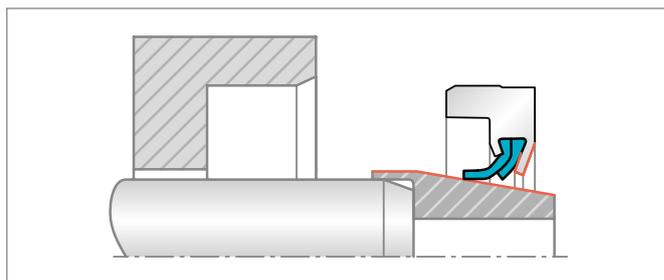

Abbildung 117: Achten Sie darauf, dass der Abstand zwischen Stützschenkel und Montagekonus ausreichend groß ist.
- Beachten Sie, dass die verlängerte metallische Abstützung hinter der Lippenanordnung bei Typ C eng an der Welle anliegt (Abbildung 117). Es wird empfohlen, den Innendurchmesser der metallischen Abstützung zu messen, bevor der Montagekonus gefertigt wird. So kann sichergestellt werden, dass der Abstand ausreichend ist.